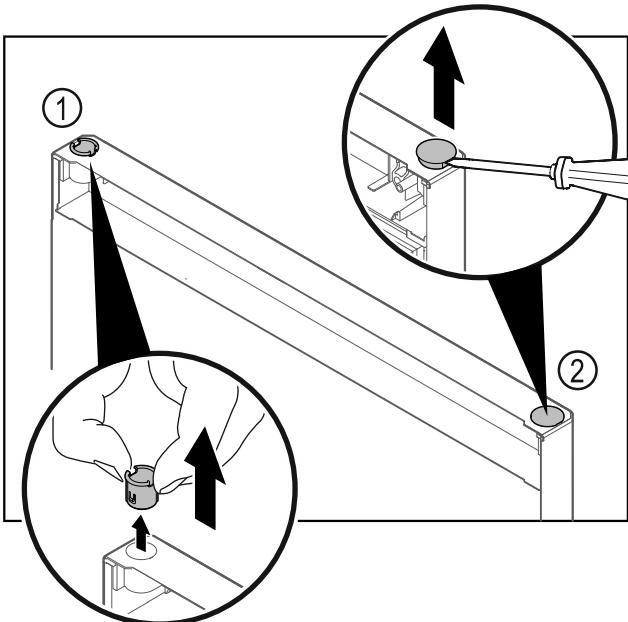

Fig. 38 Dør fryseseksjon
- Trekk ut hengselbøssingen Fig. 38 (1) med fingrene.
- Løft dekkstøpselet Fig. 38 (2) forsiktig opp med en skrutrekker, og trekk det av.